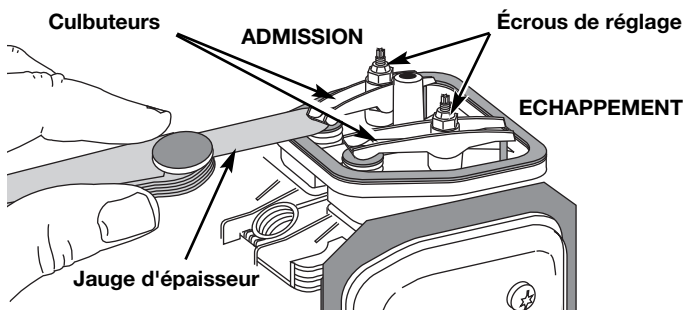

Fig. 34
9. Glissez la jauge d'épaisseur entre le culbuteur et le ressort de rappel de la soupape. Mesurez le jeu entre la tige de soupape et le culbuteur (Fig. 34). Faites-le pour les soupapes d'admission et d'échappement.